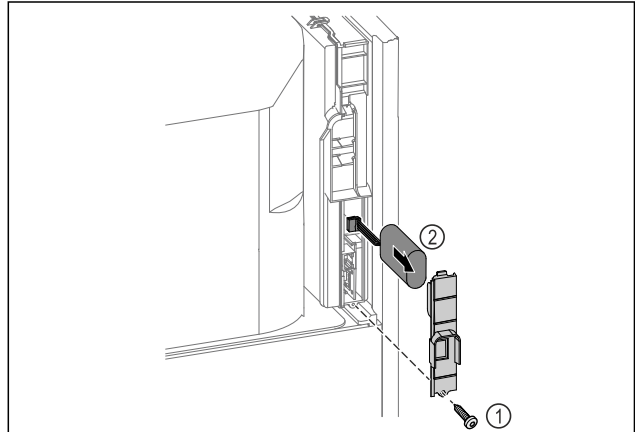

Fig. 254
- ▶ Schraube herausdrehen und Abdeckung auf der Rückseite des Gerätes entfernen Fig. 254 (1).
- ▶ Batterie abstecken und herausnehmen Fig. 254 (2).